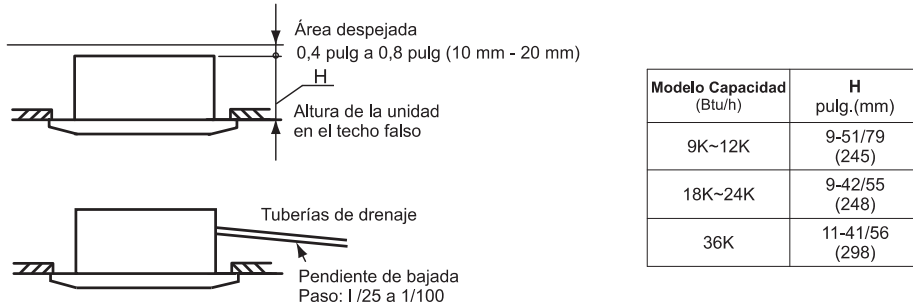

Fig. 3.2 Ubicación de la unidad interior
- Seleccione la ubicación de la instalación como se muestra en la Fig. 3.2: